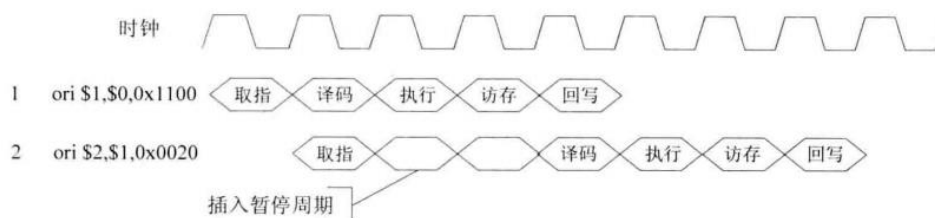

图 5-4 在流水线中插入暂停周期消除数据相关
- ① 插入暂停周期：当检测到相关时，在流水线中插入一些暂停周期，如图 5-4 所示。